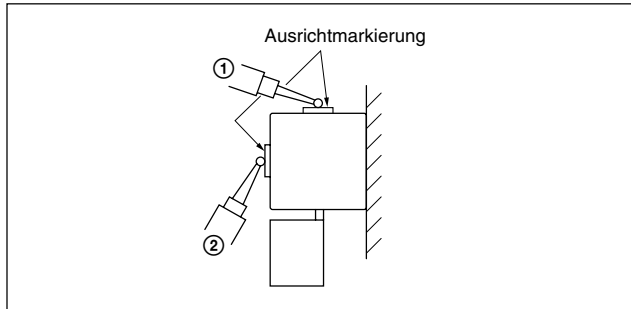

Abb. 3-7 Prüfung der Parallelität zwischen Maßstab und Maschinentischbewegung
Eine Tastermeßuhr direkt an der Stelle ansetzen, wo sich die Ausrichtmarkierung (① in der folgenden Abb. 3-7) an der Seite des Maßstabs befindet, und prüfen, ob der Maßstab einwandfrei parallel zur Bewegung des Maschinentischs eingebaut ist.
Die Meßuhr auf das jeden Ausrichtmarkierung setzen, wie in ② in Abb. 3-7, um die Parallelität zu messen und den Unterschied in das Ablesen zwischen die Ausrichtmarkierungen zu innerhalb von 0,15 mm ausrichten.